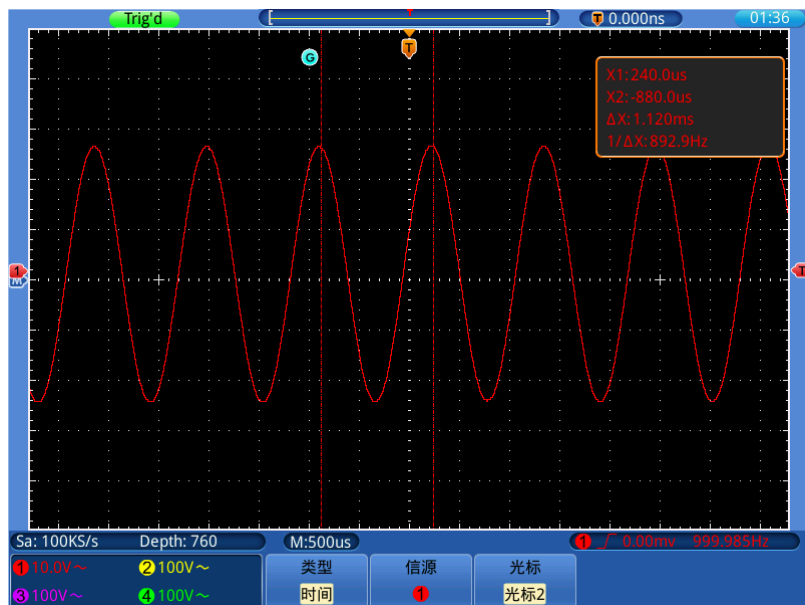

图 5-12：时间光标测量波形
2. 在下方菜单中选择 **信源**，在左侧菜单中选择信源为 ①。
4. 在下方菜单中选择 **光标**，在右侧菜单中选择 **光标1**，光标1的虚线旁出现 **G** 标志，代表可使用 **G** 旋钮 调整光标1的位置。选择 **光标2** 可调整光标2的位置。选择 **光标1&光标2** 可同时调整2个光标的位置。位于右上方的光标增量窗口显示光标1和光标2当前的时间、时间绝对差及频率。见图 5-12：